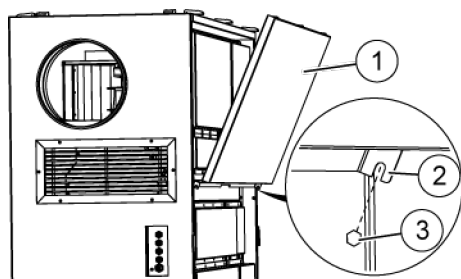

Abb. 49: Vordere Verkleidung
- 38.** ▶ Zu zweit die vordere Verkleidung (Abb. 49/1) anheben und auf beiden Seiten mit den Aufnahmen (Abb. 49/2) auf die 4 Sechskantschrauben (Abb. 49/3) aufsetzen.
- 40.** ▶ Sechskantschrauben (Abb. 49/3) festziehen.